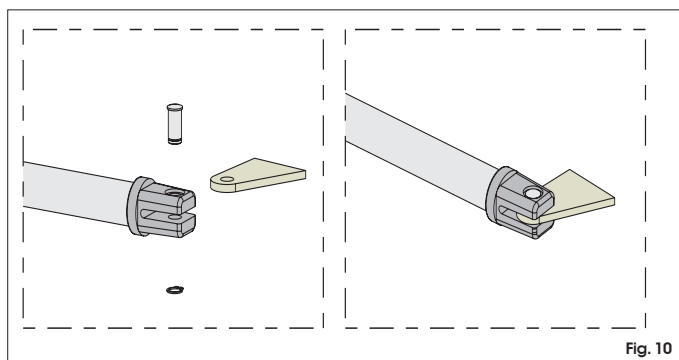

Fig. 10
- 7) Ensamble la brida anterior como se indica en la Fig.10.